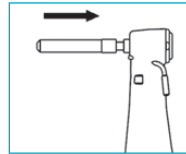

Fig. 6
- Drücken Sie den Bohrer nach innen. Wenn der Bohrer fest eingerastet, ist ein „Klick“ zu hören. (Abbildung 6)